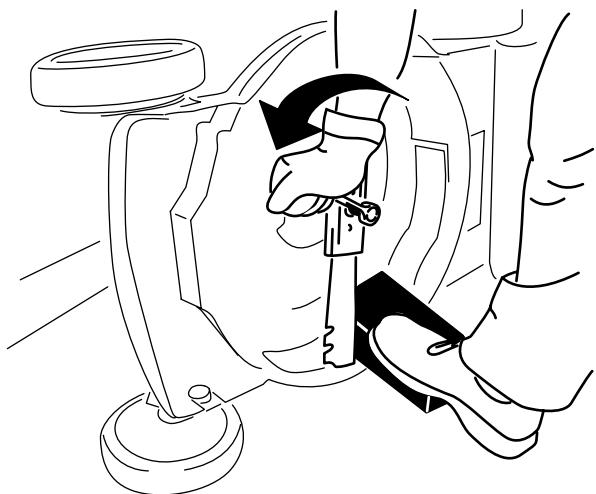

Figura 39
- Utilice un bloque de madera para inmovilizar la cuchilla (Figura 39).
- Retire la cuchilla, conservando todos los herrajes de montaje (Figura 39).